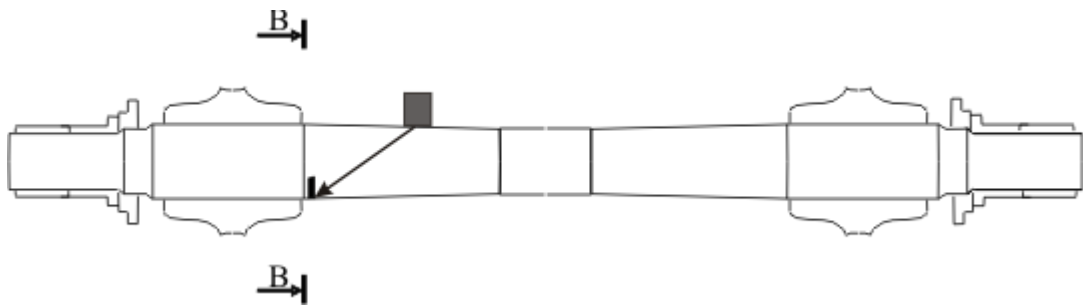

Рисунок 6.4 – Схема установки ПЭП на НО при проверке чувствительности по варианту AR3.1
- установить ПЭП на предварительно смазанный минеральным маслом участок средней части НО (рисунок 6.4);